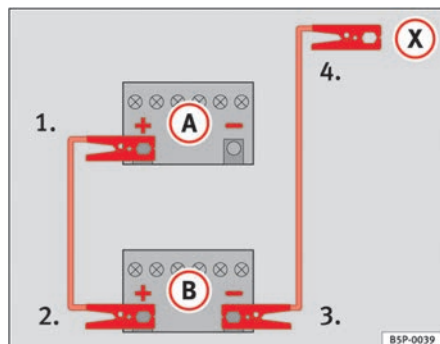

Abb. 162 Schema für das Anklemmen der Starthilfekabel
In der ⇒ Abb. 162 ist (A) die entladene Batterie und (B) die stromgebende Batterie.
1. Klemmen Sie ein Ende des roten Starthilfekabels an den Pluspol ⇒ Abb. 162 (+) des Fahrzeugs mit der entladenen Batterie ⇒ ⚠.
4. Klemmen Sie das andere Ende des schwarzen Starthilfekabels (X) beim Fahrzeug mit der entladenen Batterie an ein massives, fest mit dem Motorblock verschraubtes Metallteil oder an den Motorblock selbst an, jedoch nicht in der Nähe der Batterie ⇒ ⚠.